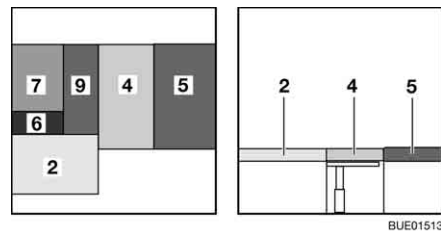

Fig. 151 Dopo la trasformazione
- Posizionare il cuscino dello schienale (Fig. 151,4) sul tavolo.
- Posizionare il cuscino dello schienale (Fig. 151,9) sul tavolo.